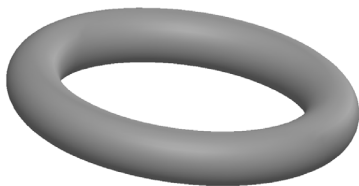

图 4-1 打开素材模型
(1) 单击常用工具栏中的【打开】按钮，打开一幅素材模型，如图 4-1 所示。